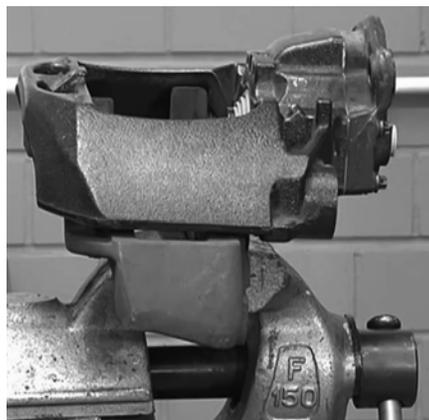

Figura 47: Freno montado en un tornillo de mesa
2. **Utilice** un dispositivo adecuado para sostener los frenos cuando se dé servicio al ensamble de freno (Figura 47).
**NOTA:** El porta caliper debe estar en el dispositivo de sujeción para volver a montarlo (Figura 47 en la página 24).